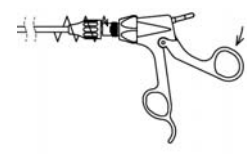

図 4
- 4) ハンドルを閉じた状態でシースコネクタを時計まわりに回し、シースをハンドルに固定する。(図4)